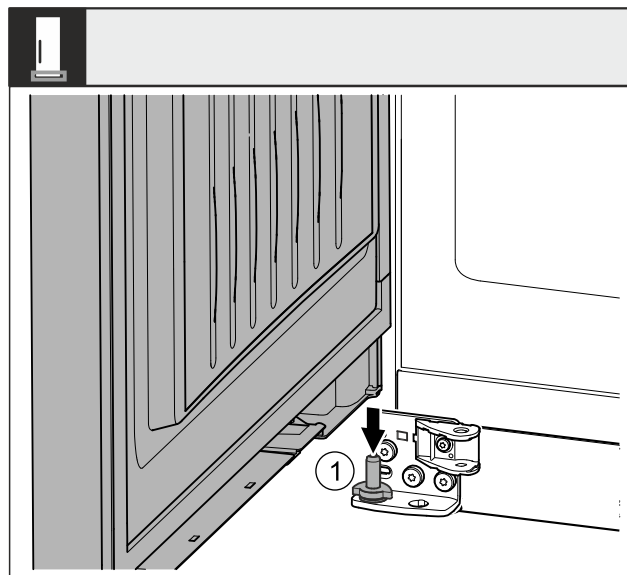

Fig. 42 *
- Coloque la puerta en el perno del cojinete Fig. 42 (1) inferior desde arriba.*